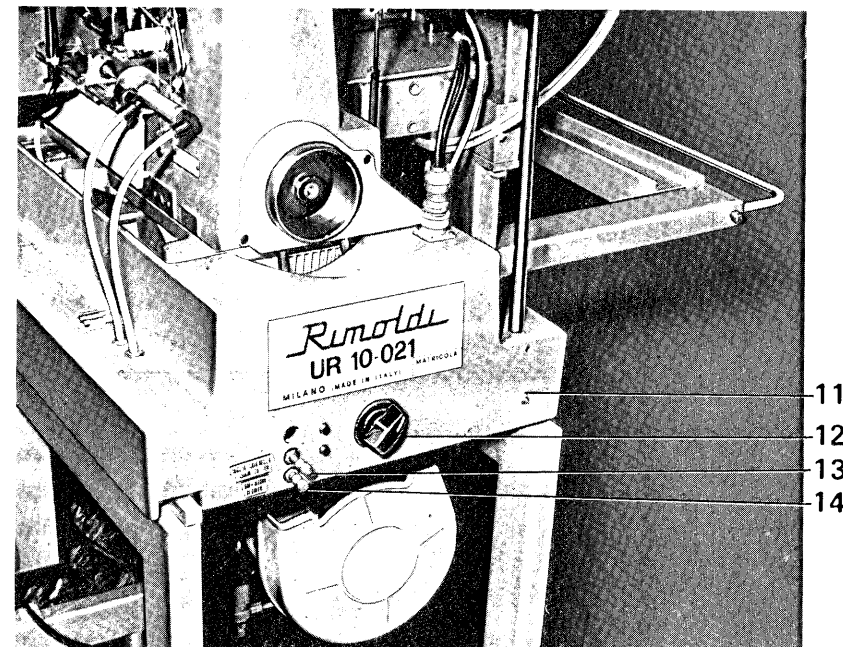

Fig. 5
10) Un chariot que l'on peut extraire (11 fig.5) qui porte la tête couseuse et le moteur d'actionnement
La commande est donnée au moyen d'un pommeau (12 fig.5)
- Extraire la tête couseuse en agissant sur le bouton (12 fig.5)